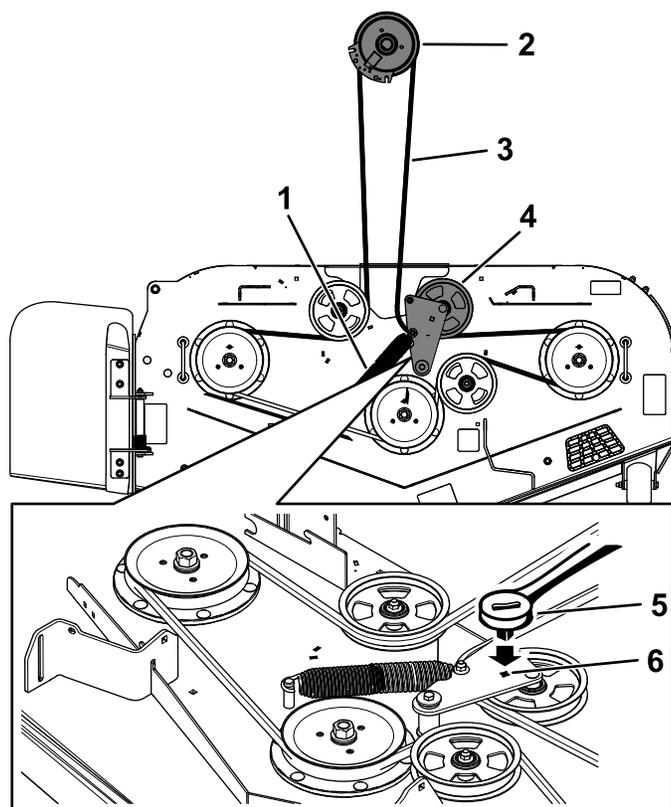

Figura 79
5. Utilice una llave de carraca de  $\frac{3}{8}$ " en el orificio cuadrado del brazo tensor para aliviar la tensión del muelle tensor (Figura 79).
7. Instale la guía de la correa en el brazo tensor tensado con muelle (Figura 79).
9. Pase la correa nueva alrededor de las poleas del cortacésped y de la polea del embrague, debajo del motor (Figura 79).
10. Instale la guía de la correa en el brazo tensor (Figura 79).
11. Utilizando la llave de carraca de  $\frac{3}{8}$ " en el orificio cuadrado, instale el muelle tensor (Figura 79).